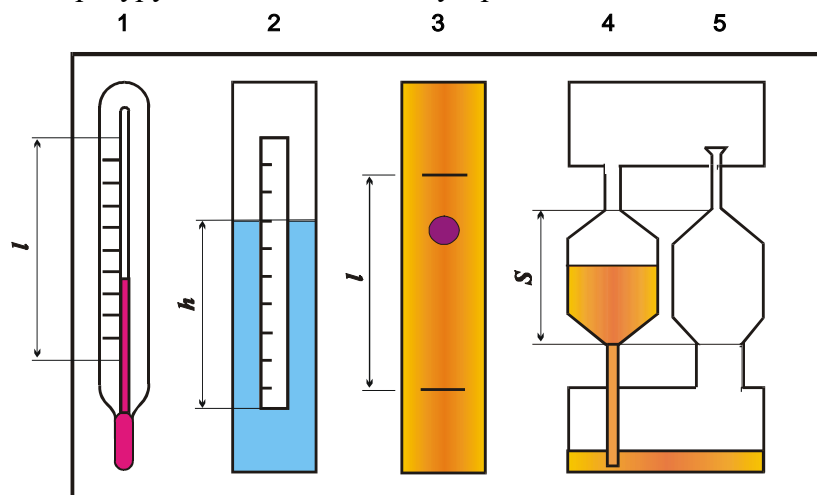

Рис. 1.1. Схема устройства №1:
Устройство для изучения физических свойств жидкости содержит 5 приборов, выполненных в общем прозрачном корпусе (рис. 1.1), на котором указаны параметры для обработки опытных данных. Приборы 3-5 начинают действовать при переворачивании устройства № 1. Термометр 1 показывает температуру окружающей среды и, следовательно, температуру жидкостей во всех устройствах.
1. Перевернуть устройство № 1 (см. рис. 1.1) в вертикальной плоскости и определить секундомером время  $t$  истечения через капилляр объема жидкости между метками (высотой  $S$ ) из емкости вискозиметра 4 и температуру  $T$  по термометру 1.